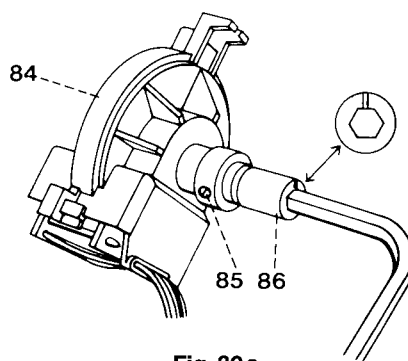

Fig. 30a
- Die kurze Kunststoffwelle 86 im Uhrzeigersinn drehen bis die Nute nach oben in Richtung Handrad steht. (siehe Abb. 30a).
- Die Stellringschraube 85 fest drehen und den Sechskantschlüssel herausnehmen (siehe Abb. 30a).
- Die Stellringschraube 85 festdrehen, und den Sechskantschlüssel herausnehmen (siehe Abb. 30a).
- Turn the short plastic shaft 86 clockwise until its slot points toward the hand wheel. (Fig. 30a).
- Tighten screw 85 and pull out the hexagonal screw wrench (Fig. 30a).
- Tourner le bout d'arbre 86 en plastique jusqu'à ce que la rainure se trouve en haut dans la direction du volant (fig. 30a).
- Serrer la vis 85 de la bague d'arrêt et retirer la clé à six pans (fig. 30a). Il est possible qu'en serrant la vis 85 de la bague d'arrêt, la lampe-témoin passe du vert au rouge ou au jaune. Ne pas y prêter attention.